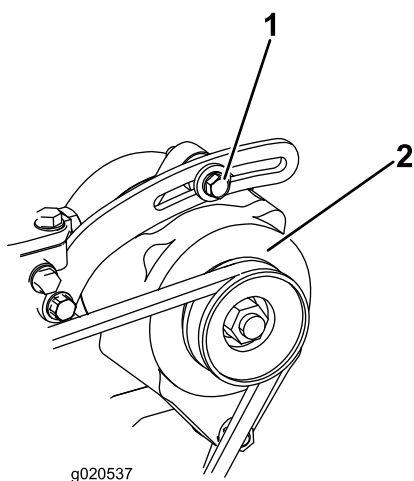

Рисунок 65
2. Ослабьте болты крепления генератора (Рисунок 65).